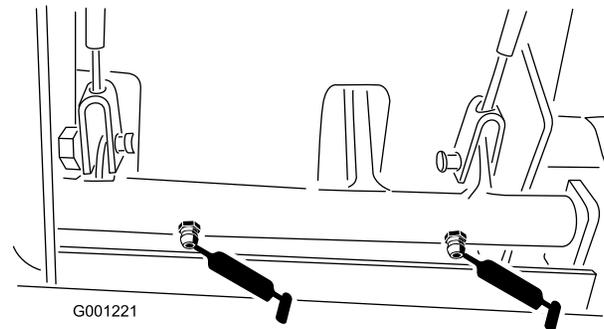

図 41
- ブレーキのピボットブッシュ 図 41
- ブレーキケーブルホイール側とペダル側の端部 (図 41)